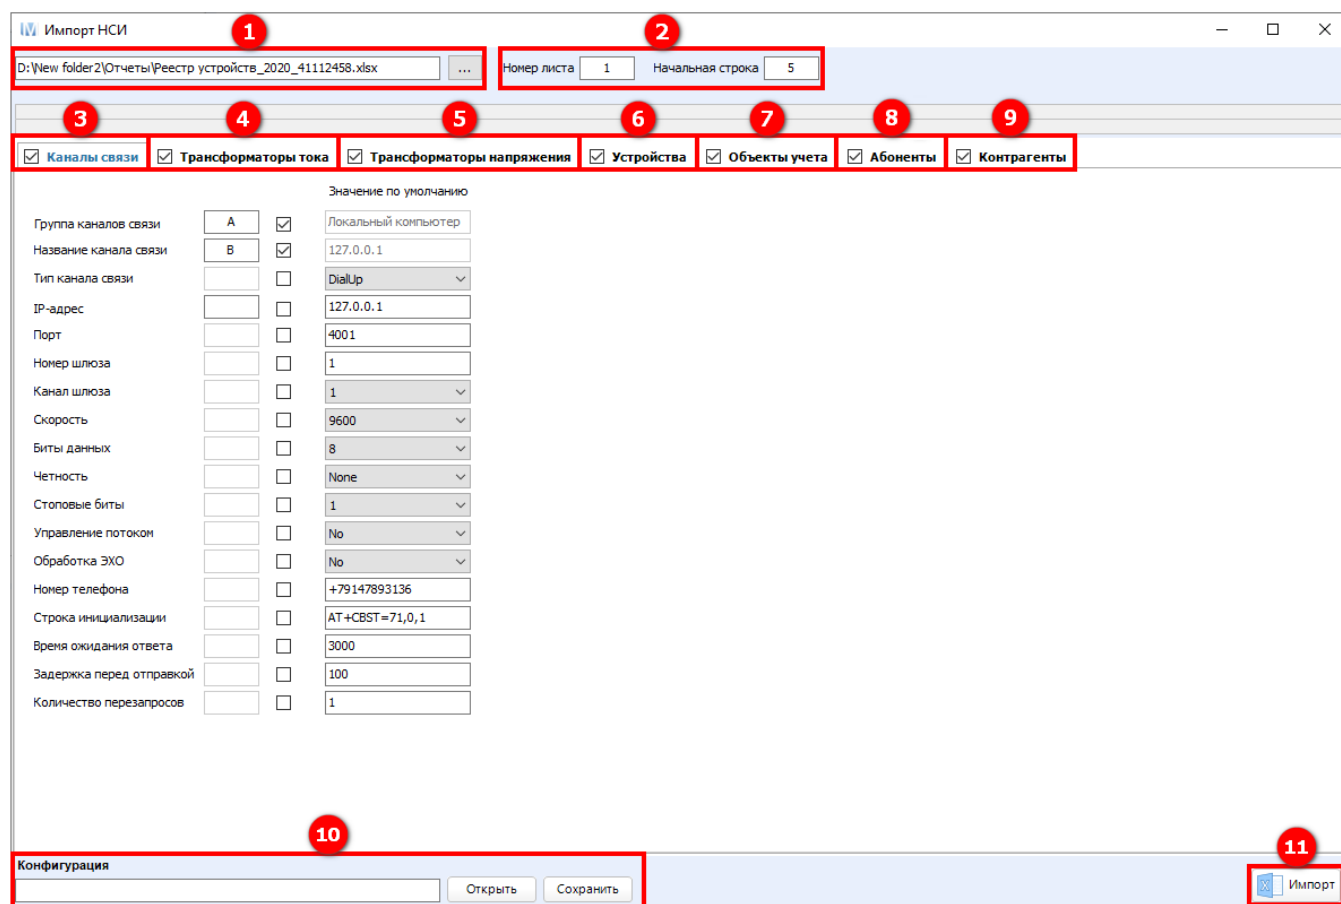

Рисунок 327 – Импорт НСИ
Далее в открывшемся окне, нажимая на кнопку , указываем путь к Excel-файлу (1) (см. рисунок 327). При необходимости регулируем номер листа и начальную строку, с которой будет осуществлен импорт данных (2).